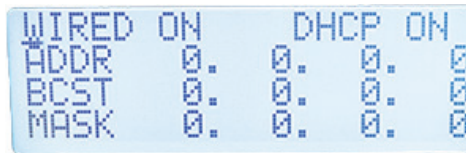

Figura 4-2 Menú DHCP
4. Pulse la tecla de verificación () para confirmar la selección y visualizar el menú DHCP (Protocolo de configuración dinámica de host) [ver Figura 4-2 en la página 67].